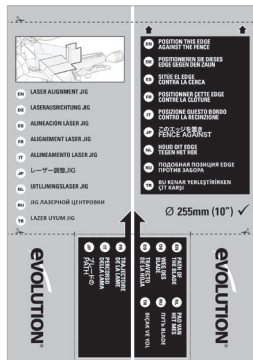

Fig. 8c
- Placez le gabarit en carton du laser (fourni) sur la table rotative **(Fig. 8c)**.